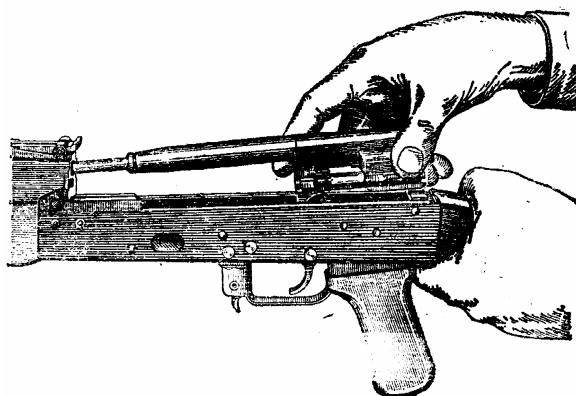

Рис.19. Отделение затворной рамы с затвором.
7. Отделить затворную раму с затвором. Продолжая удерживать автомат левой рукой, правой отвести затворную раму назад до отказа, приподнять ее вместе с затвором (рис.19) и отделить от ствольной коробки.